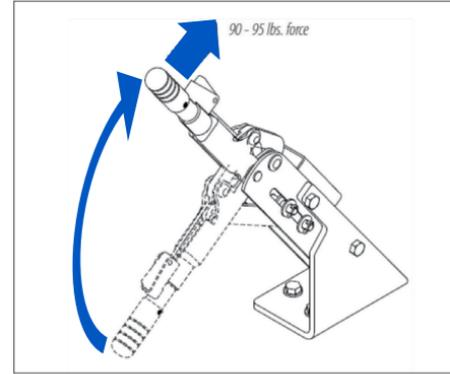

Figure 16 - Bras du frein à main
2. Actionner le frein à main en tirant le bras au maximum vers le haut (**Figure 16**).